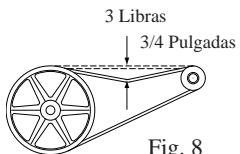

Fig. 8
- Tensar la correa.** Afloje los pernos del motor y deslice el motor detrás hasta que la correa está tensada correctamente. Una fuerza de 3 libras debe desviar la correa 3/4 pulgadas (véase fig. 8). Reafloje los pernos del motor. **Nunca ajuste la polea para tensar la correa.**